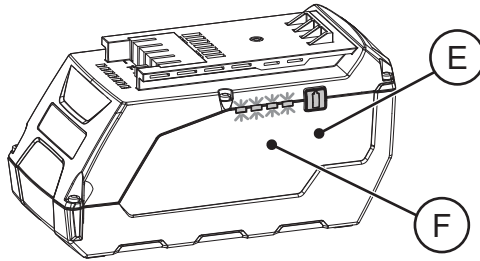

FIG. 17
La batterie est équipée d’un affichage avec indicateurs d’état à LED (F). Appuyer sur le bouton (E) pour activer l’affichage (FIG. 17).